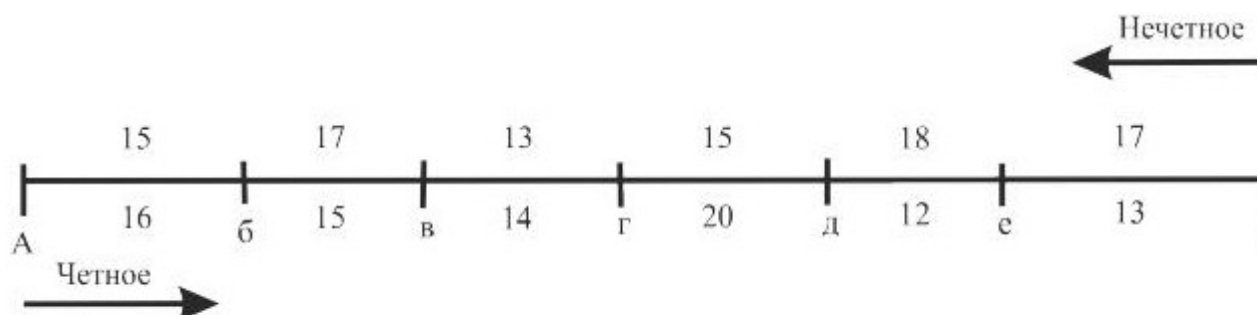

Рис. 21. Схема перегона участка ж.-д. линии А–Б и перегонные времена хода, мин
3. Определите труднейший перегон для участка ж.-д. линии А–Б (рис. 21)